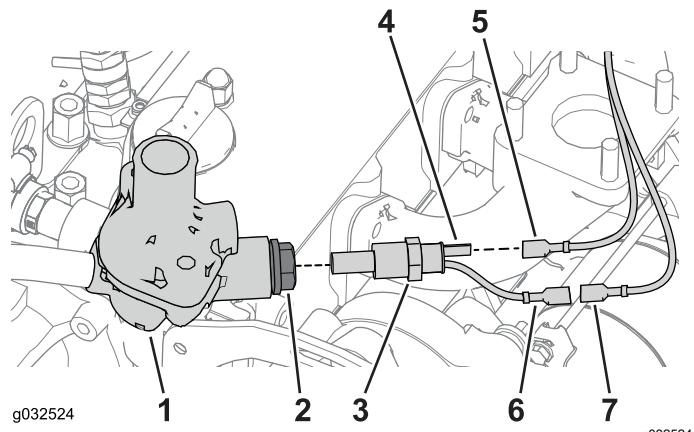

Figure 29
5. Localisez le câble jaune que vous avez débranché lors de l'opération 2 de Acheminement du flexible d'alimentation \(page 15\) et branchez-le au connecteur moteur chaud de la sonde de température (Figure 29).
6. Localisez le câble orange qui est attaché au câble jaune, enlevez le serre-câble et branchez-le au connecteur moteur chaud de la sonde de température (Figure 29).
1. Localisez le boîtier de thermostat sur le bloc-moteur et retirez le bouchon de l'orifice du moteur (Figure 29).